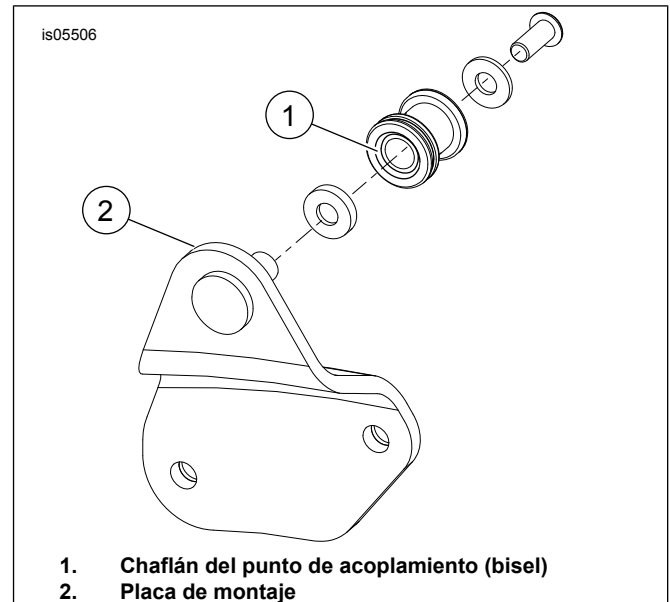

Figura 1. Instalación del punto de acoplamiento
2. Vea Figura 1. El punto de acoplamiento debe sujetarse a la placa de acoplamiento (2) con el chaflán (1) orientado hacia la placa y el lado plano hacia afuera.